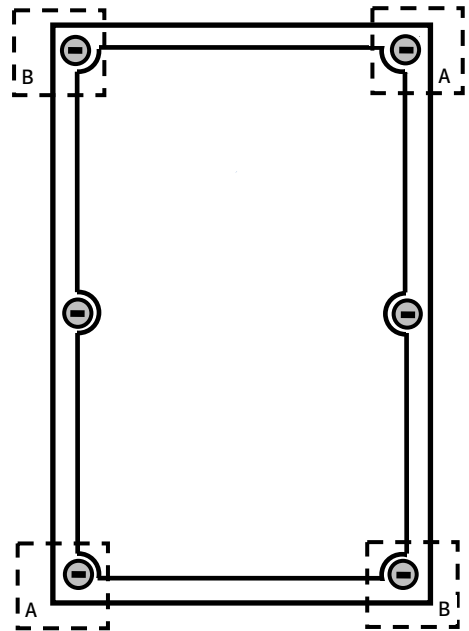

Fig. 1 Sistem de închidere cutie cu capac transparent
3.1	Închiderea cutiilor din polycarbonat de dimensiuni de până la 600x600 mm cu capace transparente sau opace (fig. 1, Anexa 3)